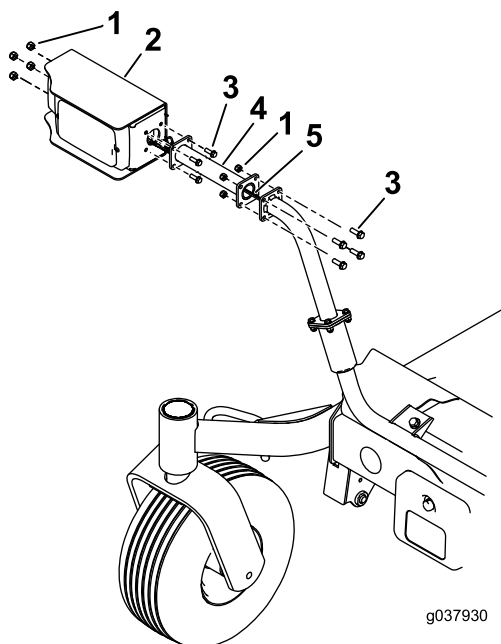

Figura 10
Nota: Las extensiones opcionales de los faros son para las carcasas de corte de 183 cm y 254 cm solamente (Figura 10).
2. Si es necesario, instale la extensión del faro con 4 pernos ($\frac{1}{4}$ " x $\frac{3}{4}$ ") y 4 contratueras ($\frac{1}{4}$ "); consulte Figura 10.
3. Instale el faro en la extensión o en el soporte del faro con 4 pernos ($\frac{1}{4}$ " x $\frac{3}{4}$ ") y 4 contratueras ($\frac{1}{4}$ "); consulte Figura 10.